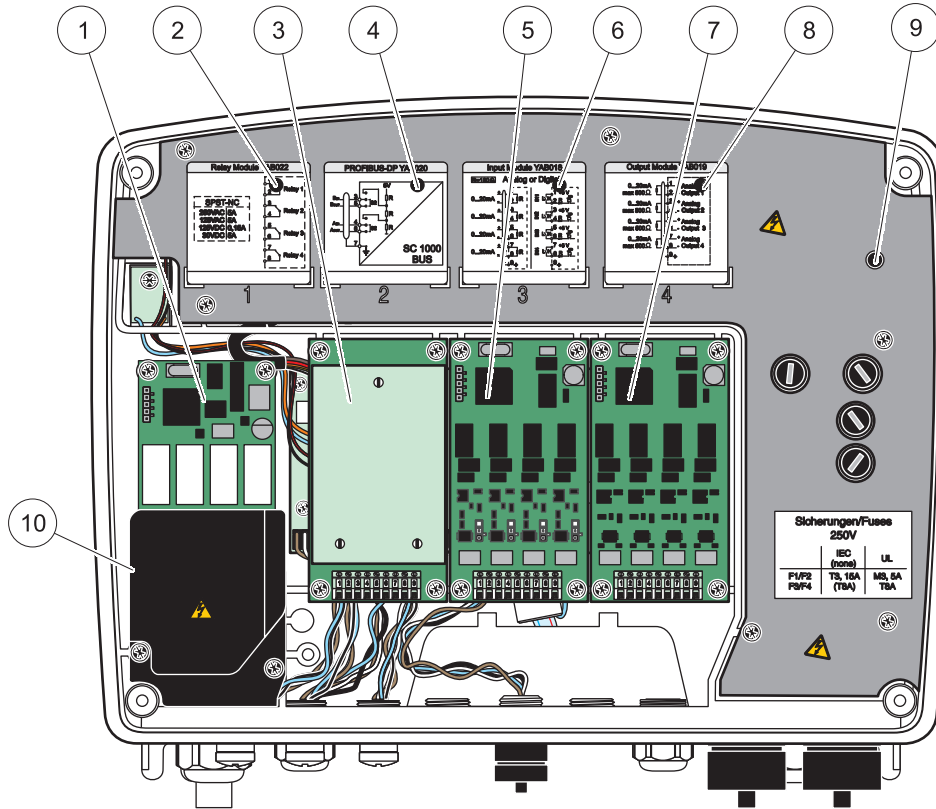

Bild 18 Erweiterungskarten-Anschlüsse
3. Schließen Sie die Relaiskarte an den entsprechenden Platz an (Bild 18). Befestigen Sie die vier Kreuzkopfschrauben mit einem magnetischen Schraubenzieher an der Karte (die Karten können einfacher mit dem Modul in der normalen vertikalen Position anstelle horizontal auf einem Tisch liegend angeschlossen werden).
6. Schreiben Sie die Seriennummer des Typenschilds auf den mitgelieferten Aufkleber und bringen diesen auf der Haupt-Hochspannungsschranke an (Bild 18). Diese Seriennummer entspricht der internen Adresse der Karte in dem Netzwerk.
2. Schließen Sie die Eingangskarte an den entsprechenden Platz an (Bild 18). Verwenden Sie einen magnetischen Schraubenzieher zur Sicherung der vier Schrauben an der Karte.
5. Schreiben Sie die Seriennummer des Typenschilds auf den mitgelieferten Aufkleber und bringen diesen auf der Haupt-Hochspannungsschranke an (Bild 18).
2. Schließen Sie die Ausgangskarte an den entsprechenden Platz an (Bild 18). Verwenden Sie einen magnetischen Schraubenzieher zur Sicherung der vier Schrauben an der Karte.